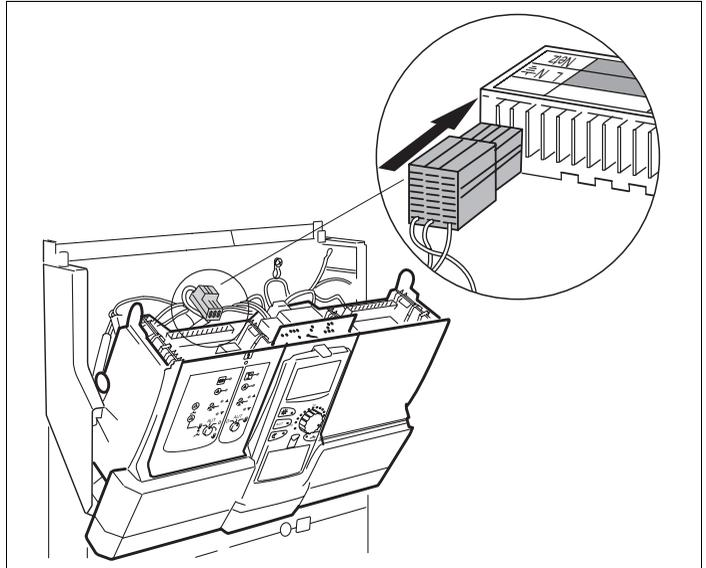

Fig. 7 Collegamento a rete dell'alloggiamento 1
- Inserire la spina di collegamento modulo da 230 V nella posizione prevista nella morsettieria (vedi ingrandimento in fig. 7).
- Scollegare e mettere in posizione sicura la spina di collegamento del modulo a 230 V (cfr. fig. 7, pag. 16) e tutti i cavi di collegamento del modulo ZM 424.